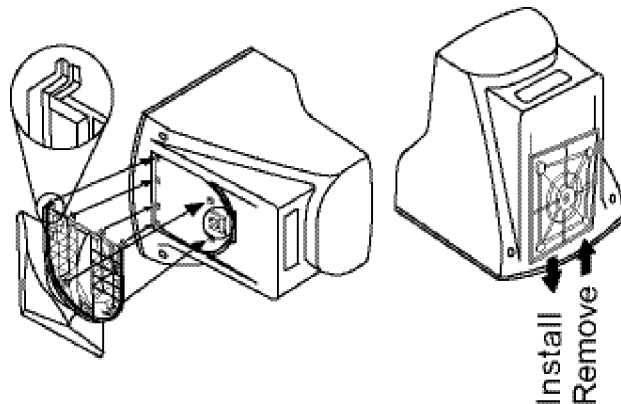

Abbildung 2
1. Drehen Sie den Monitor vorsichtig auf die Seite oder auf den Kopf (siehe Abbildung 2)